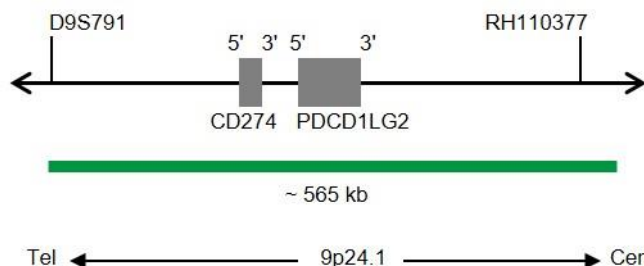

Fig. 1: SPEC CD274,PDCD1LG2 Mapa da sonda (sem escala)
- Polinucleótidos (~10 ng/μl) com marcação ZyGreen (excitação 503 nm/emissão 528 nm), dirigidos ao mapeamento de sequências alvo em 9p24.1* (chr9:5,253,553-5,819,972) contendo o agrupamento de genes CD274,PDCD1LG2 (ver Fig. 1).